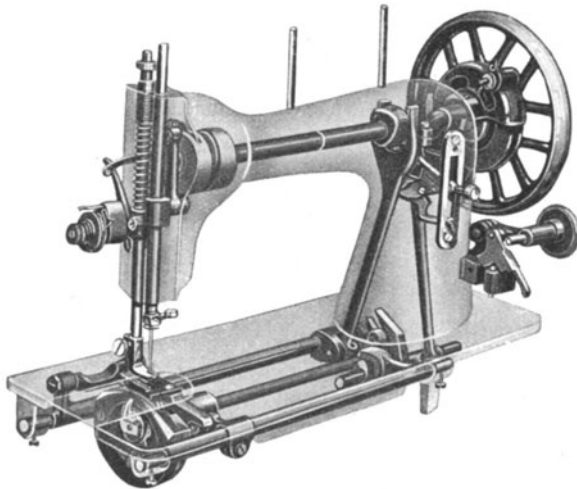

Abb. 45. Das Getriebe der Zentralspulenmaschine.
**Das Getriebe im Unterbau** (Abb. 45. Vergleiche Abb. 19 S. 23). Von der Armwelle finden zwei Bewegungsübertragungen zum Unterbau statt.